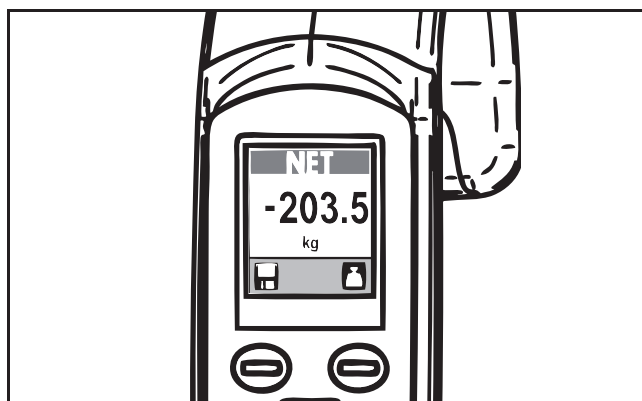

図 60
- 起動時にスリングが既にスプレッダーバーに取り付けられている場合、MAXI MOVE は既に自動的にゼロ設定されており、スリングの体重も計算に入れています（図 60 を参照）。